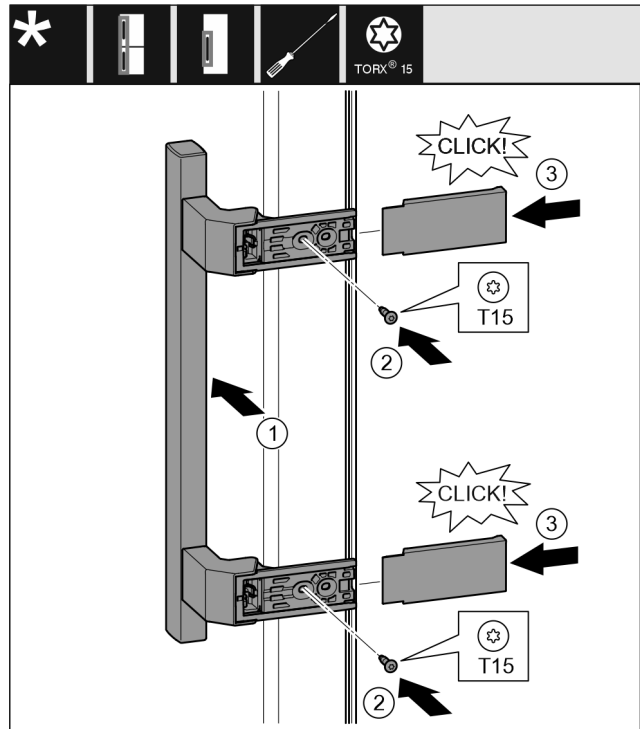

Fig. 15
- Griff auf der Gegenseite ansetzen. Fig. 15 (1)
- Schrauben mit Schraubendreher T15 festschrauben. Fig. 15 (2)
- Abdeckungen seitlich ansetzen und aufschieben. Fig. 15 (3)